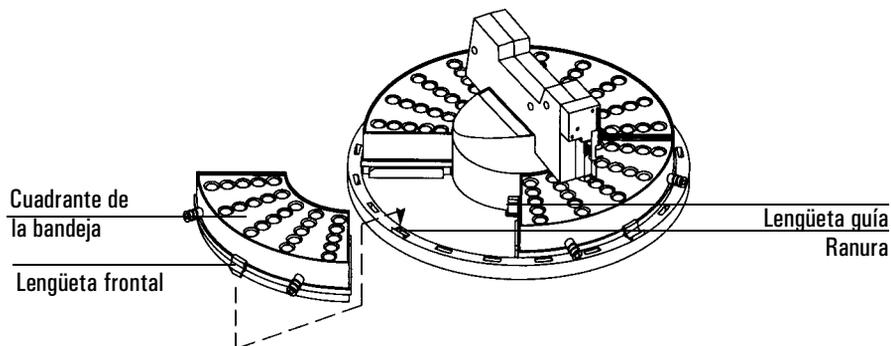

Figura 2 Instalación de los cuadrantes de la bandeja
4. Instalar los cuadrantes de la bandeja. Deslizar el saliente de cada cuadrante por debajo de las guías de la bandeja, después introducir la lengüeta frontal en la ranura de la bandeja. Ver la Figura 2.